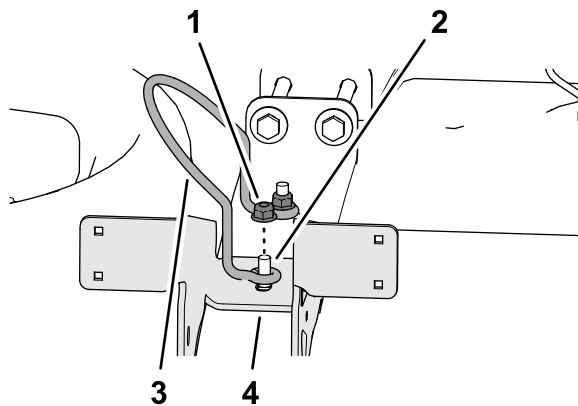

図 14
4. ステップ1で外したタンクのふたのストップとフランジロックナット2個を、上側キャリッジボルト2本に取り付ける 図 14。